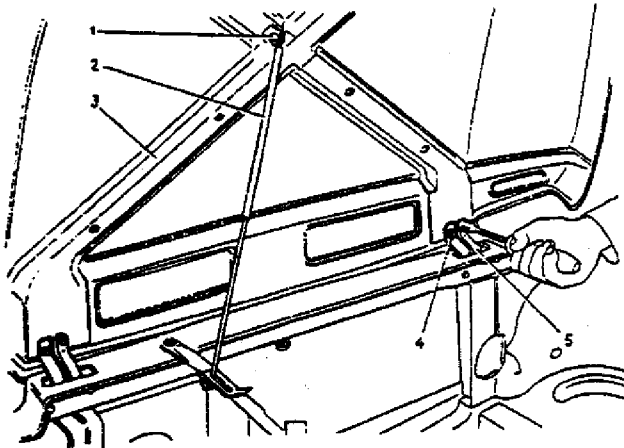

Fig. 8-20. Fixação do capuz: 1 - eixo de articulação do suporte; 2 - suporte; 3 - capuz; 4 - parafuso de fixação das dobradiças; 5 - dobradiças.
1. Abrir o capuz 3 (fig. 8-20); remover o contrapino do eixo 1 do suporte 2 e remover o pino.